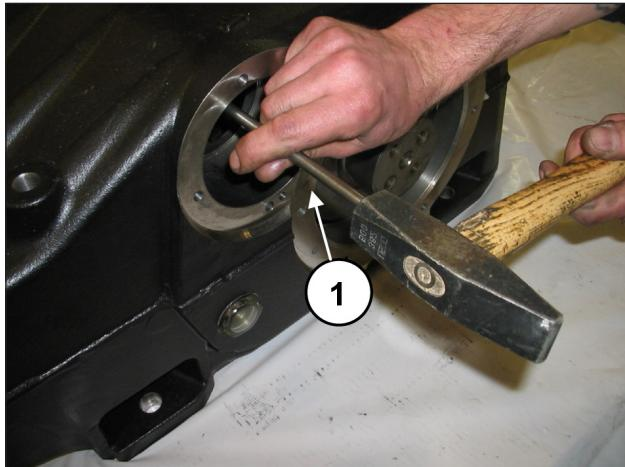
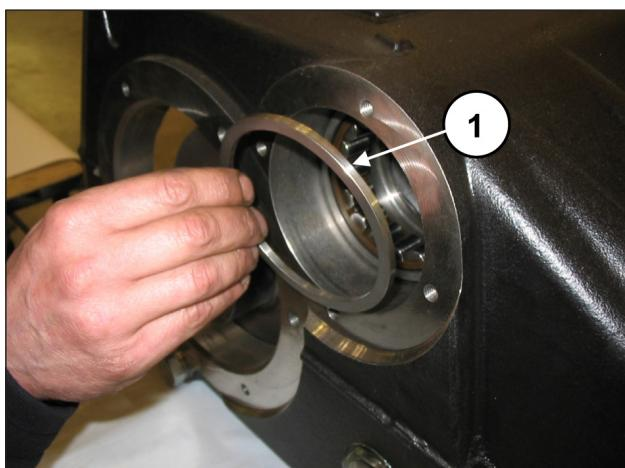

图 34
图 36
用一根足够长的杆（位置①，图 34）和一把锤子，从泵壳中取出轴承环（位置①，图 35）、外轴承垫片（位置①，图 36）和轴承润滑套（位置①，图 37）。